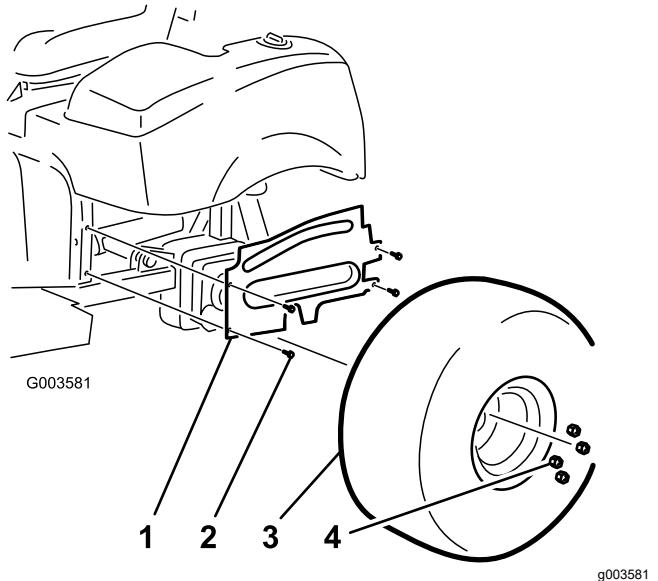

Figure 4
4. Retirez les 4 boulons à embase qui fixent la protection de la roue gauche au cadre (Figure 4). Déposez la protection centrale et mettez-la de côté.